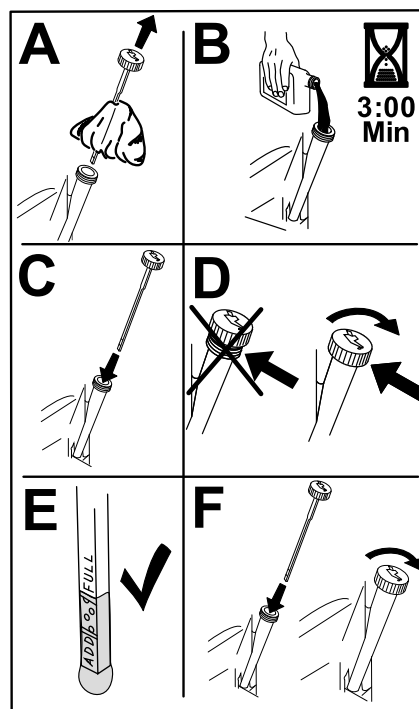

Figura 59
6. Vierta lentamente un 80 % aproximadamente del aceite especificado por el tubo de llenado, luego añada lentamente el resto del aceite hasta que llegue a la marca de Lleno (Figura 59).